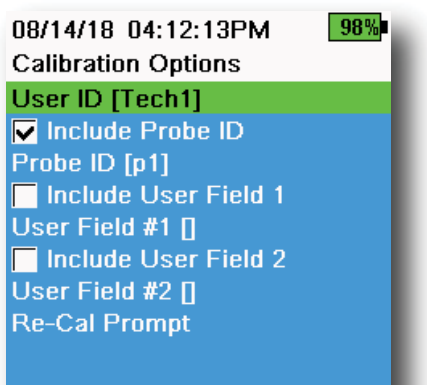

图 12 校准选项
- 其他用户特定的识别方式（用户字段 #1 和 #2）（图 12）